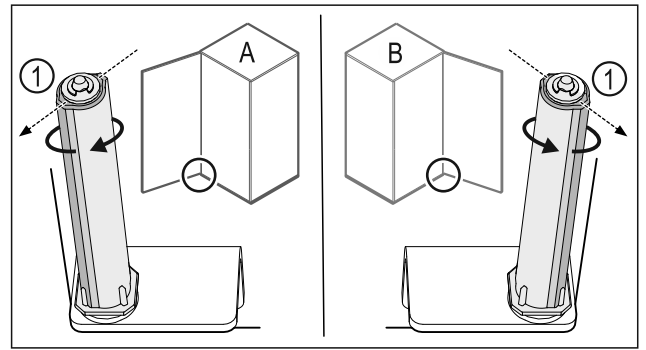

Fig. 43 Ovi avautuu vasemmalle (A) / ovi avautuu oikealle (B)
- ▶ Kierrä sulkuyksikköä vastusta vasten niin pitkälle, että sulkujärjestelmän porras Fig. 43 (1) osoittaa ulospäin.